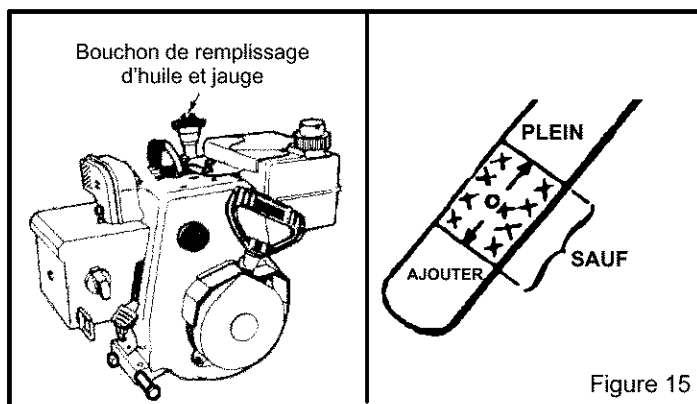

Figure 15
3. Si nécessaire, ajouter le bouchon de vidange et verser l'huile jusqu'à atteindre la marque FULL (plein) sur la jauge (Figure 15). Veiller à ne pas dépasser la marque indiquée.